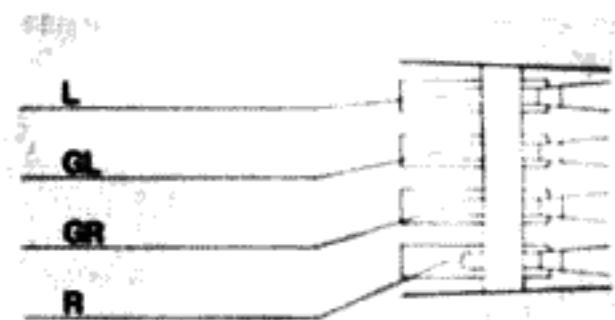

Fig. 16
- Die Anschlüsse am Systemträger und Tonabnehmersystem sind gekennzeichnet (Fig. 16). Verbinden Sie die Anschlußlizen des Systemträgers mit den entsprechenden und gleich gekennzeichneten Anschlußstiften des Tonabnehmersystems.
- Les connexions sur le porte-cellule et la cellule sont repérées. Reliez les cordons du porte-cellule aux broches de la cellule portant le même repère (Fig. 16).
- The connection inputs on the cartridge holder and on the cartridge are color coded. Connect the leads on the cartridge holder to the correspondingly coded connection pins of the cartridge (Fig. 16).